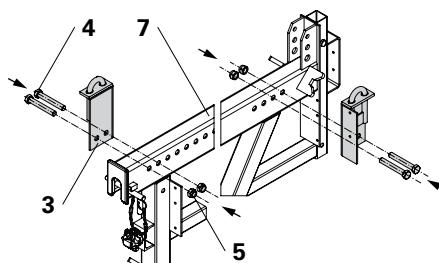

Fig. 11
1. Rimuovere (Ch 30) i dadi (5) M20.
2. Introdurre due viti esagonali (4) M20 (Ch 30) nella piastra ad angolo (3), quindi inserire una piastra a destra e una a sinistra della mensola CB 160 (7) (Fig. 11)
3. Avvitare i dadi (5) e stringerli.